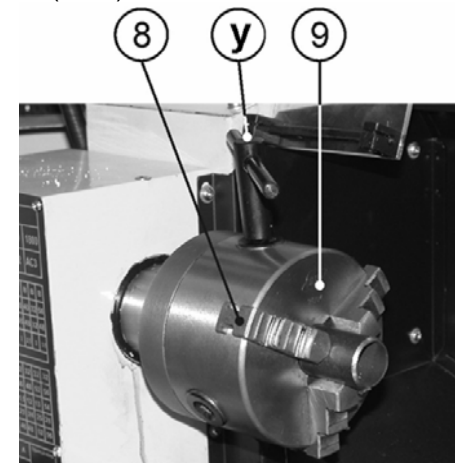

Рис.9
10.1.4. При помощи Т-образного ключа патрона (У) раздвиньте кулачки (8) трёхкулачкового самоцентрирующегося патрона (9), вставьте заготовку и при помощи Т-образного ключа патрона (У) зажмите заготовку в трёхкулачковом самоцентрирующемся патроне (9). Извлеките Т-образный ключ патрона (У) из гнезда трёхкулачкового самоцентрирующегося патрона (9), Рис. 9.
10.1.5. Для замены кулачков (8) вставьте Т-образный ключ (У) в трёхкулачковый самоцентрирующийся патрон (9). Вращая Т-образный ключ (У) против часовой стрелки, полностью разожмите кулачки (8) трёхкулачкового самоцентрирующегося патрона (9). После этого кулачки (8) можно извлечь, соблюдая очередность. Для установки кулачков (8) сохраняйте последовательность в обратном порядке, соблюдая очерёдность кулачков (8), Рис. 9.